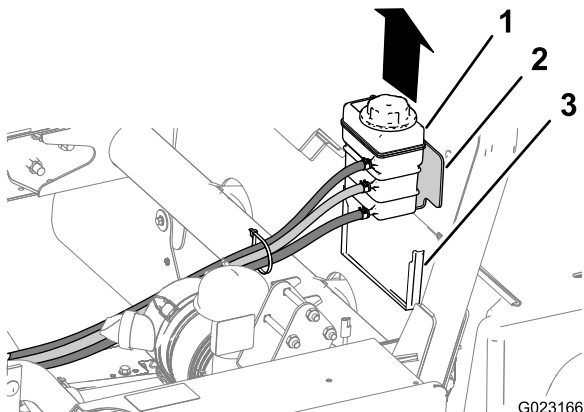

Figura 11
3. Eleve o depósito do líquido de arrefecimento para cima e para fora do suporte de apoio na parte de trás do resguardo do ROPS (Figura 11).